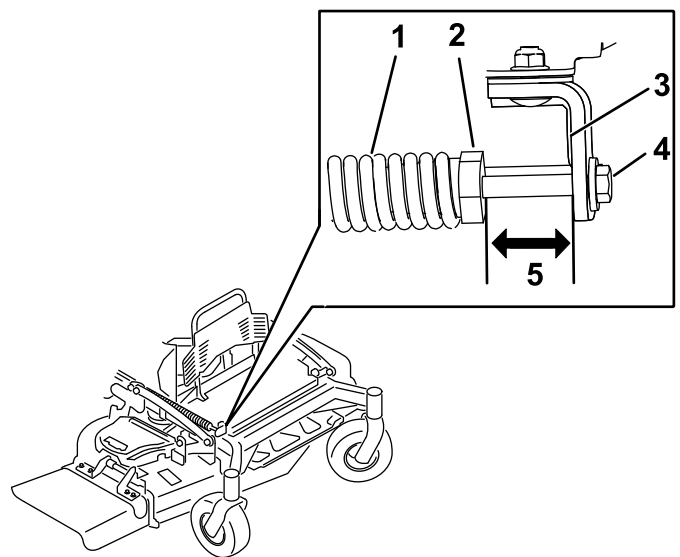

Bild 92
2. Prüfen Sie den Abstand zwischen der Federmutter und der Rückseite der geschweißten Befestigungshalterung (Bild 92).
3. Die Länge muss 51 mm für 122-cm- und 132-cm-Mähwerke und 38 mm für 152-cm-Mähwerke sein, wie in Bild 92 abgebildet.
4. Stellen Sie ggf. den Abstand ein, indem Sie die Schraube an der Vorderseite der Befestigungshalterung einstellen (Bild 92).